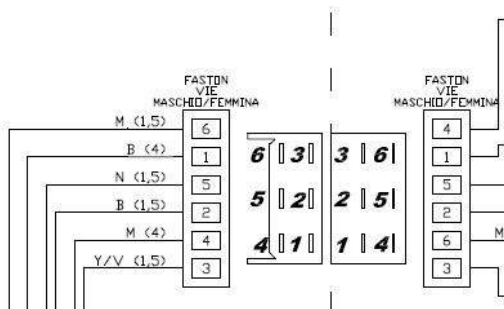

Fig. 7
- cablaggio centralina elettroidraulica terminante con il connettore a 6 poli (Fig.7) da collegarsi alla controparte presente sulla centralina idraulica;
- Hydraulic power unit wiring ending up with a 6 poles connector (Fig.7) connect it at the connector on hydraulic power unit;